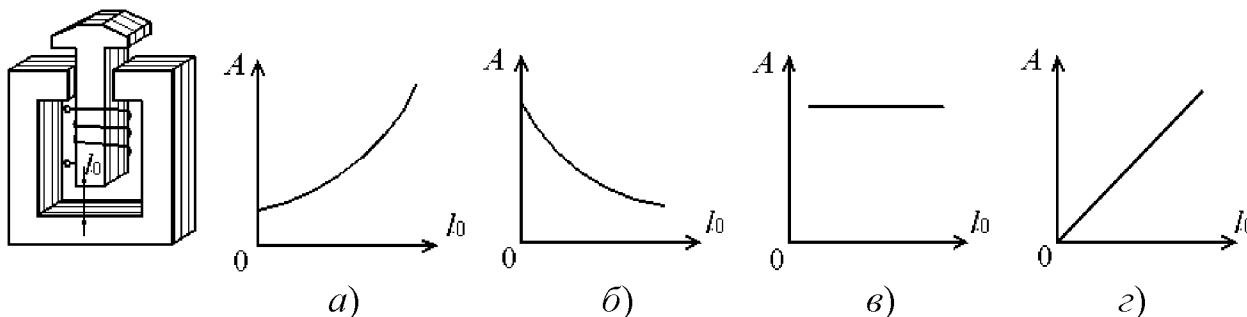

Рис. 2.6
2.4.47. Какова примерная зависимость энергии магнитного поля электромагнита от воздушного зазора  $l_0$  (рис. 2.6) при постоянной намагничивающей силе (н.с.) катушки? Считать, что сердечник ненасыщен. Указать соответствующий график на рис. 2.6.